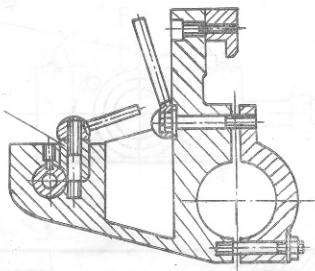

Рис. 14
8.3. Задняя бабка (рис. 14)
8.6. Приспособление для сверления и нарезки резьбы (рис. 14)